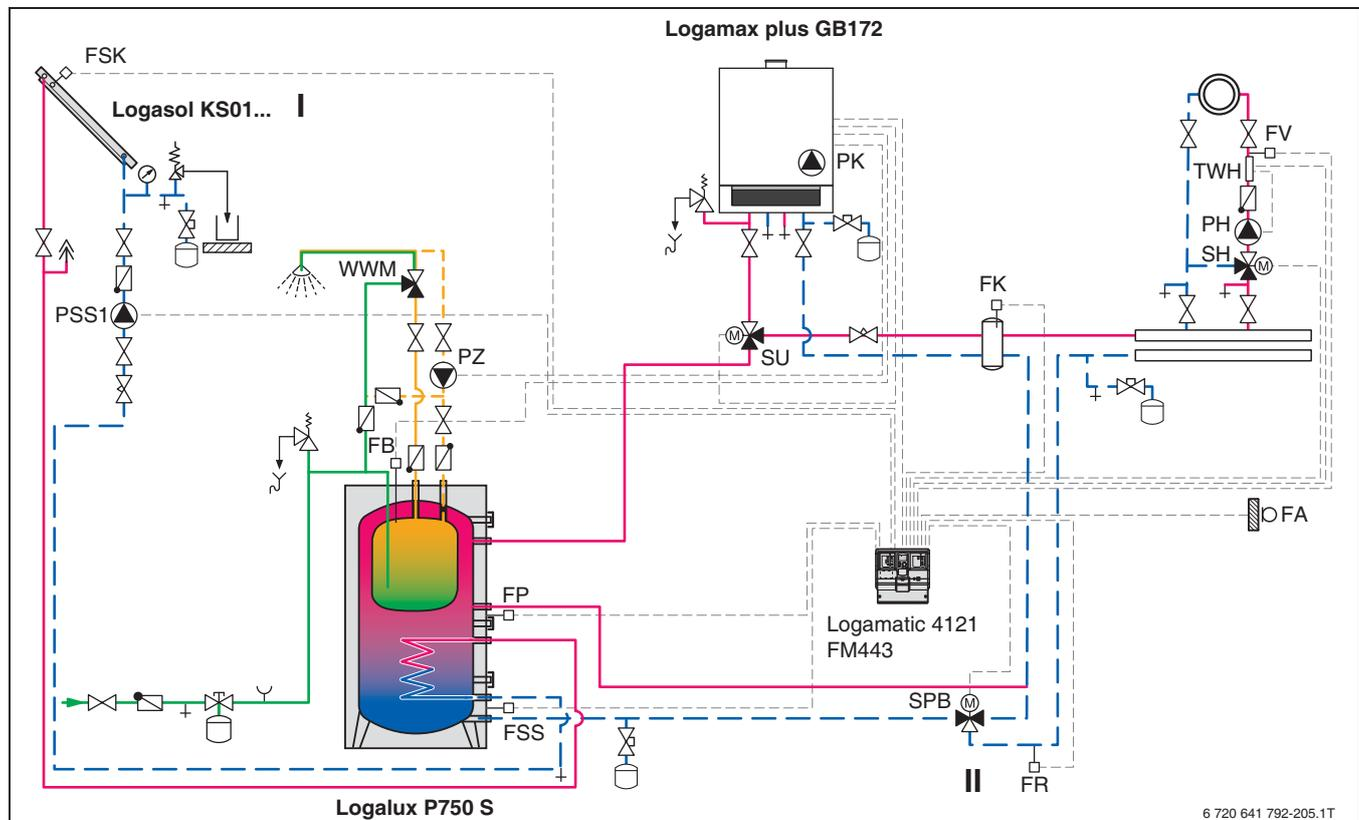

Fig. 93 Schema elettrico con breve descrizione (Indicazioni generali e Abbreviazioni → pagina 77 e seguenti)
1) Impianto idraulico con Logamax plus GB172 possibile solo cambiando la valvola di commutazione a 3 vie (→ fig. 93)